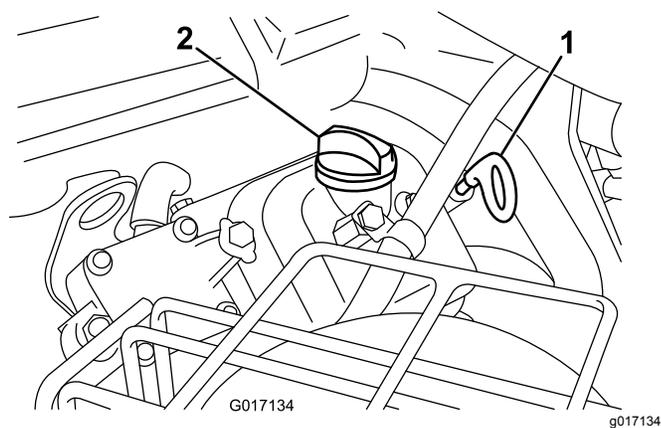

Figure 38
2. Retirez la jauge et essuyez-la sur un chiffon propre. Remettez la jauge dans le tube en l'enfonçant complètement (**Figure 38**).